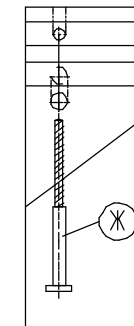

Рис. 1
3. Перед сборкой изделия необходимо внимательно прочитать инструкцию стр.1\*, 2\*, 3\*, 4\*, 5\*, 6\*, 7\*, 8\*, 9\*, 10\* и определиться с вариантом компоновки изделия (Рис.1\*, 5\*, 7\*, 8\*, 10\*).
1. Чтобы собрать изделие BERLIN 20 (гостия) Шкаф навесной необходимо просверлить самостоятельно отверстия в детали №471 изображенные на (рис. 1). Это будет нижняя горизонтальная деталь (Рис.2).
2. Отверстия №1 изображенные на (рис.1) необходимо просверлить насквозь сверлом  $\Phi 8$ .
3. Остальные 7 отверстий изображенные на (рис.1) необходимо просверлить насквозь сверлом  $\Phi 5$ .
Компоновка 1 (Рис.1\*).